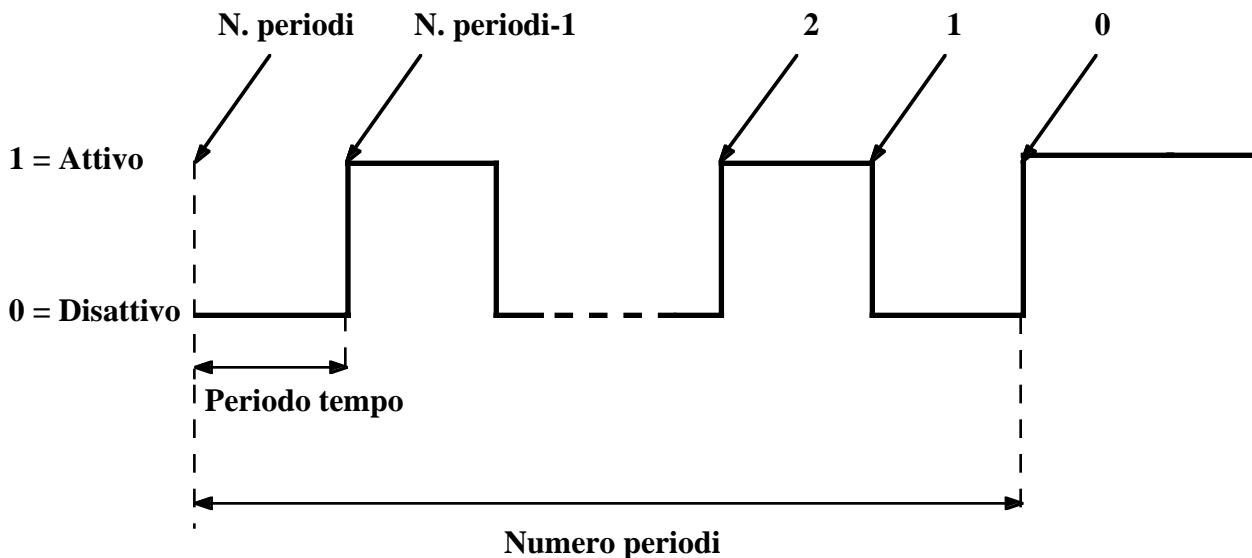

FIGURA 56: COMANDO ONDA QUADRA TEMPORIZZATA DA 0
N.B. Facendo riferimento alla figura 56 si può notare che lo stato che assumerà l'uscita al termine dell'esecuzione del comando dipende dal numero di periodi eseguiti; in particolare un numero pari di periodi comporterà uno stato finale **0** (output disattivo) e viceversa.